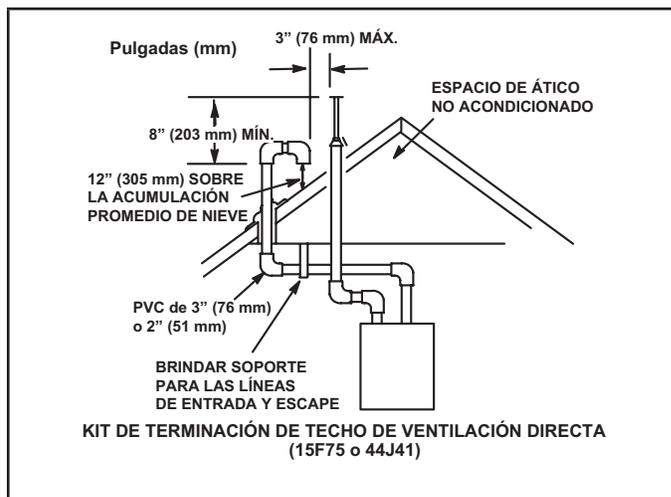

Figura 34
Las tuberías de entrada y de escape se pueden tender ya sea horizontalmente a través de una pared exterior o verticalmente a través del techo. En instalaciones en un ático o clóset, se prefiere la terminación vertical a través del techo. La Figura 34 a la Figura 41 muestran terminaciones típicas.
- 3 - En las terminaciones de techo, la tubería de entrada debe terminar recta hacia abajo usando dos codos de 90° (ver la Figura 34).